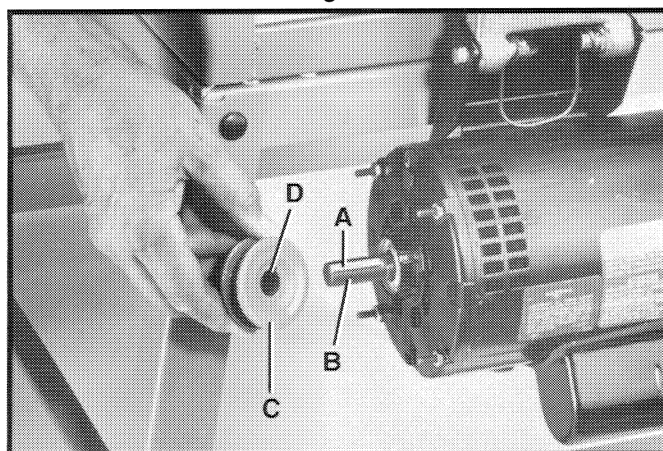

Fig. 15
2. Inserte la llave (A) Fig. 15 en la chaveta del eje del motor (B) como se ilustra. Monte la polea del motor (C) sobre el eje del motor (B), asegurando que la chaveta (D) en la polea del motor esté alineada con la llave (A) en el eje del motor. El cubo de la polea debe estar en la posición externa.